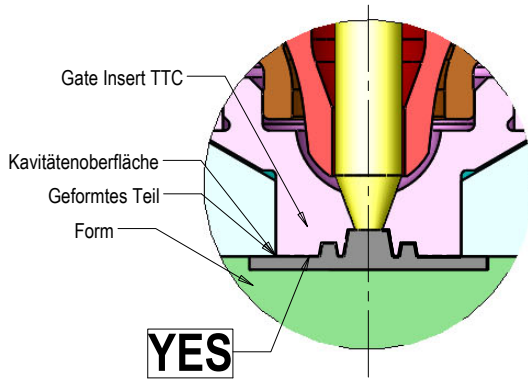

Abb. 1
- 1) Achtung: bei Kühlkanälen, die mit "Z Max" > 18 mm gebohrt wurden, benötigt die Buchse eine obligatorische Positionierung im Werkzeug mittels einer ebenen Fläche (siehe Sektion C-C), parallel zur Achse der Kühlkanäle! Abb.1
1) Der TTC-Einsatz darf stirnseitig nur in Ber hrung mit dem Bauteil (Kunststoff) kommen (siehe Abb. 1):